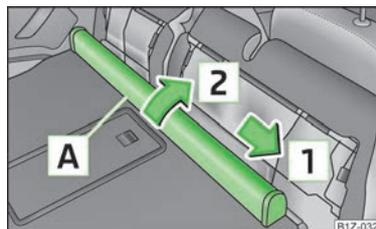

Fig. 61
- Desplazar la caja de la red de separación del maletero **A** » fig. 61 en el sentido de la flecha **1** y sacarla del alojamiento de los asientos posteriores en el sentido de la flecha **2**.
- Desplazar la caja de la red de separación en el sentido contrario al de la flecha **1** » fig. 61 hasta el tope.